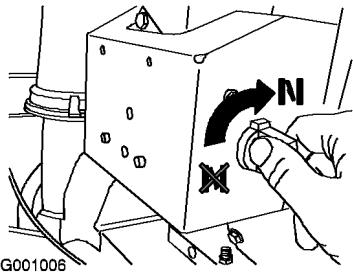

Figure 21
4. Tournez la commande de starter à la position ouverte (Figure 21).